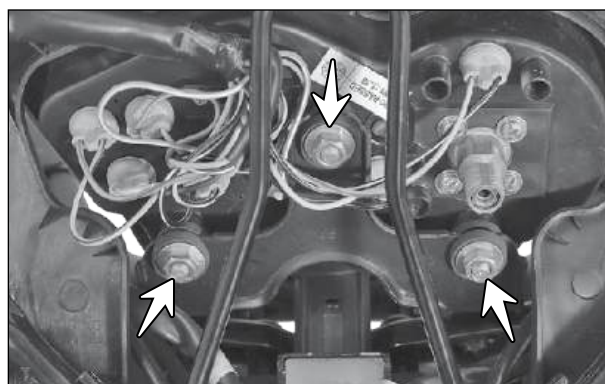

Fig. 5.79
- Remova as porcas (M6x16) e arruelas (setas) do conjunto do velocímetro. (Fig. 5.79)